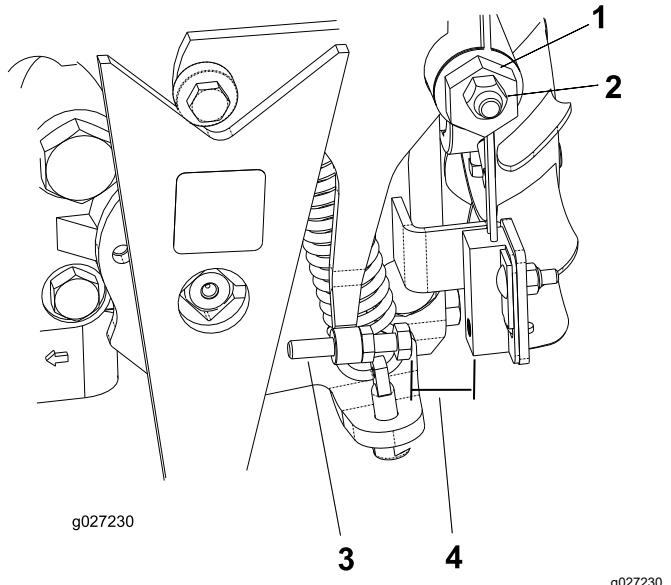

Bild 35
4. Lockern Sie die Sicherungsmutter an der Fahrantriebs-Einstellnocke (Bild 35).
5. Lassen Sie den Motor an und drehen das Sechskant (**Bild 35**) der Nocke in beide Richtungen, um die zentrale Stellung im Neutralbereich ausfindig zu machen.
3. Stellen Sie die Schraube ein, bis der Abstand $\pm 0,8\text{--}2,3$ mm beträgt, siehe Bild 35.